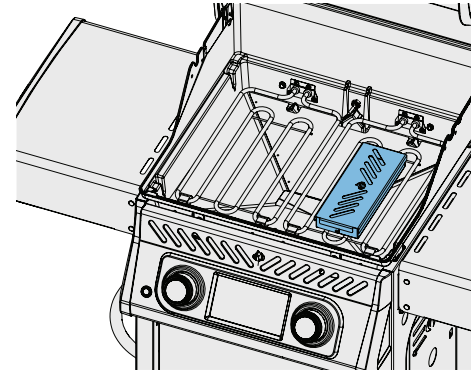

Fig. 6
1. Verwijder de rokersbox (indien in gebruik) en was deze in warm zeepwater. (Fig. 6)